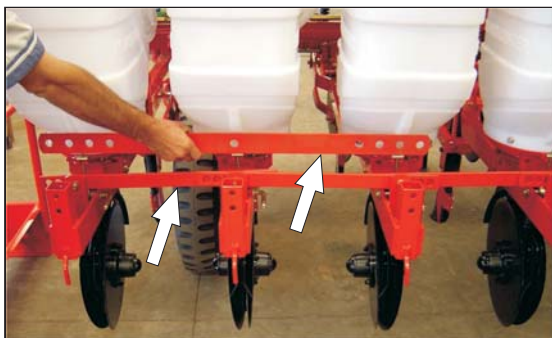

Fig. 42
6. Trocar as barras espaçadoras menores por uma outra maior que unirá três linhas, mantendo fixa a central. - **Fig. 42**